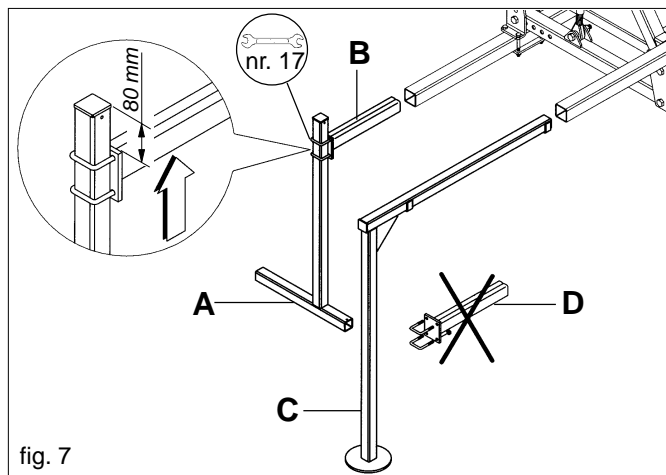

fig. 7
- extraire les pieds de support arrière (A Fig. 7) (à droite et à gauche);
- desserrer les écrous de l'attelage (B Fig. 7) en les plaçant à 80 mm de hauteur, comme l'indique la figure;
- extraire les pieds de support avant (C Fig. 7) (à droite et à gauche);
- dévisser les écrous et retirer l'attelage (D Fig. 7);